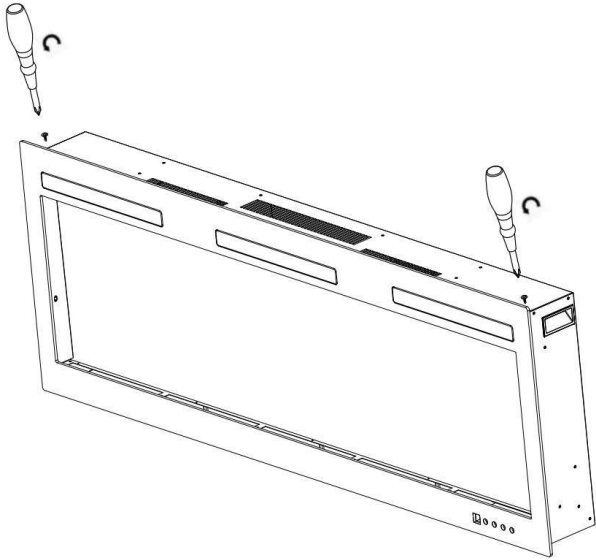

Fig. 1-1
- A. Entfernen Sie die Schrauben auf beiden Seiten (Abb. 1-1).